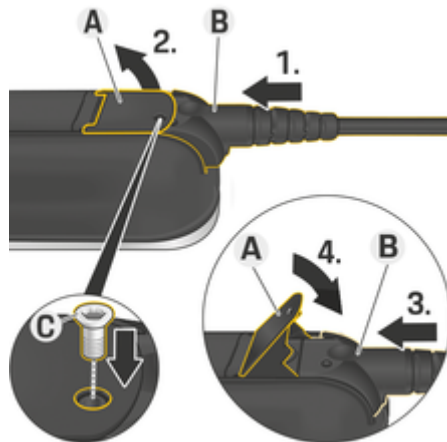

図 10: ケーブルの接続とプラグの固定
- ✓ レバー **A** (図 10) が閉じている。
1. 抵抗を感じる所までプラグ **B** (図 10) をコントロールユニットに挿入します。
2. リフトレバー **A** (図 10)。
3. プラグ **B** (図 10) を完全に押し込みます。
4. レバー **A** (図 10) を閉じます。
5. スクリュー **C** (図 10) を使用してプラグ **B** (図 10) をコントロールユニットに固定します。